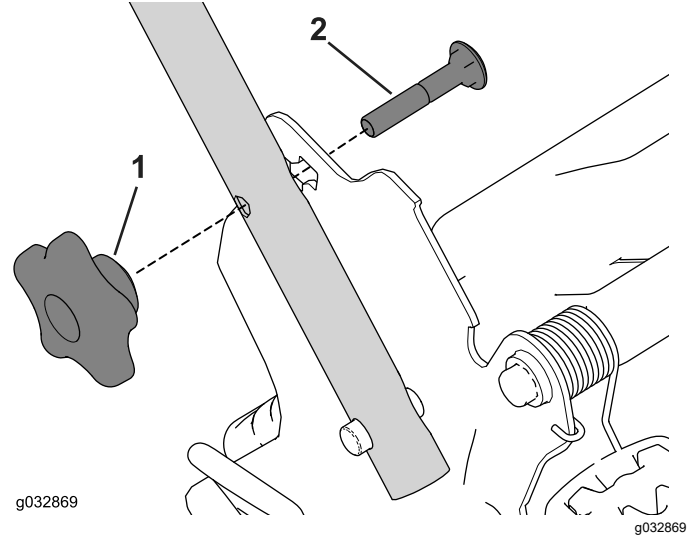

Figure 20
1. Retirez et conservez les 2 boutons et les 2 boulons de carrosserie du support de la poignée (Figure 20).